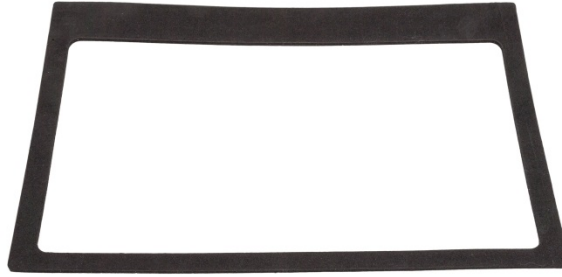

Abbildung 2-9: Dichtung der Frontplatte
3. Suchen Sie die Montagedichtung für die Frontplatte (Abbildung 2-9), die mit dem Terminal geliefert wurde, und entfernen Sie das Schutzpapier auf der Klebstoffseite. Kleben Sie die Dichtung auf die Rückseite der Frontplatte des Terminals, achten Sie darauf, dass die Dichtung glatt anliegt und an allen Seiten den gleichen Abstand hat.